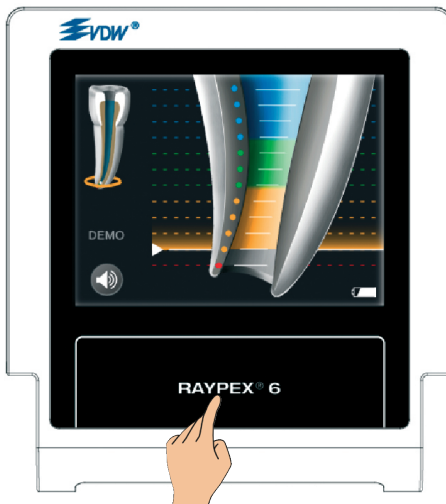

Fig. 37 Uscita dalla modalità DEMO
- Per uscire dalla modalità DEMO, toccare leggermente l'icona "home" del RAYPEX® 6 (Fig. 37).